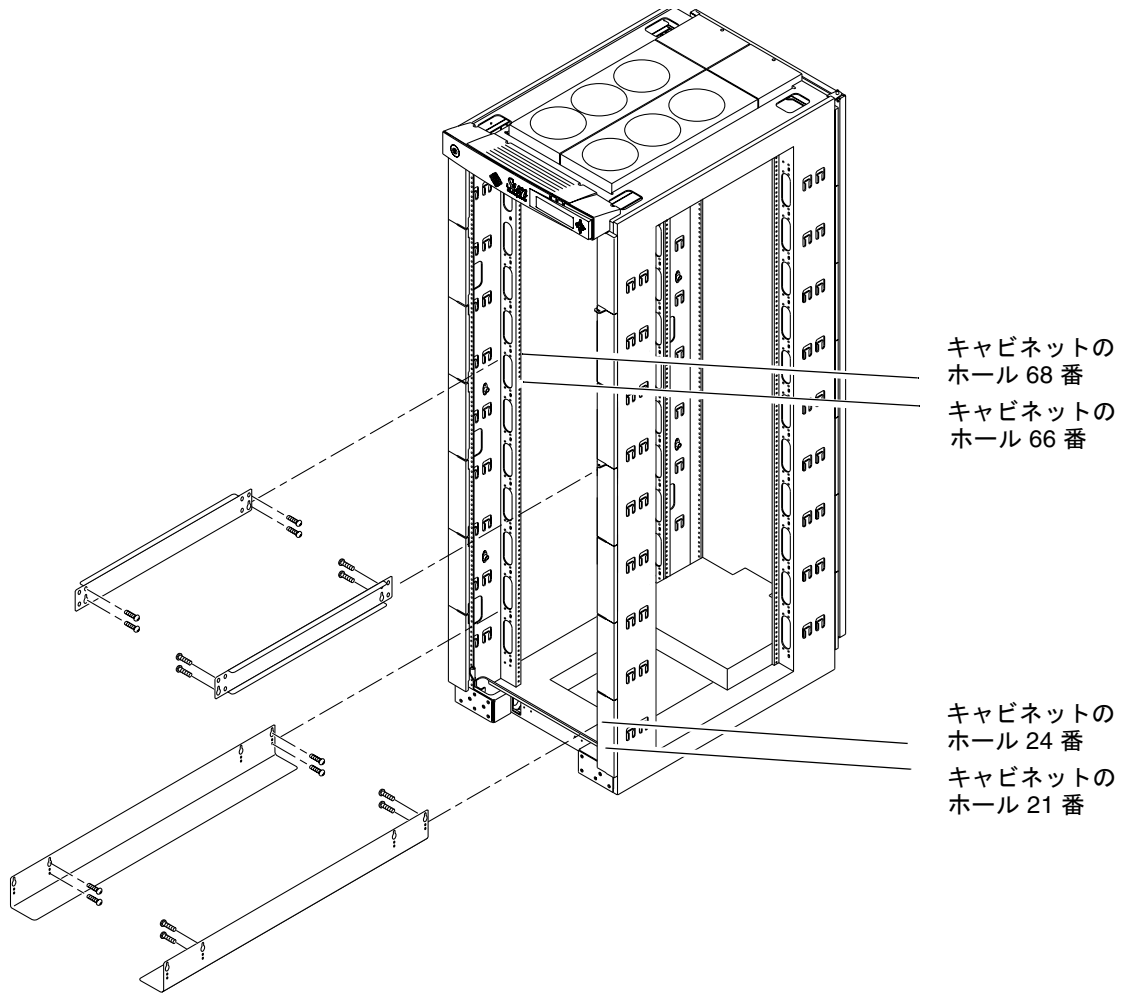

図 3-1 Sun Fire キャビネットへのレールの取り付け
1. 各レールに 4 本のねじ (ハンガーホールに 2 本、ハンガーホールの上にあるスロットに 2 本) を使用して、レールを Sun Fire キャビネットに取り付けます。キャビネットのホール番号は、図 3-1 を参照してください。